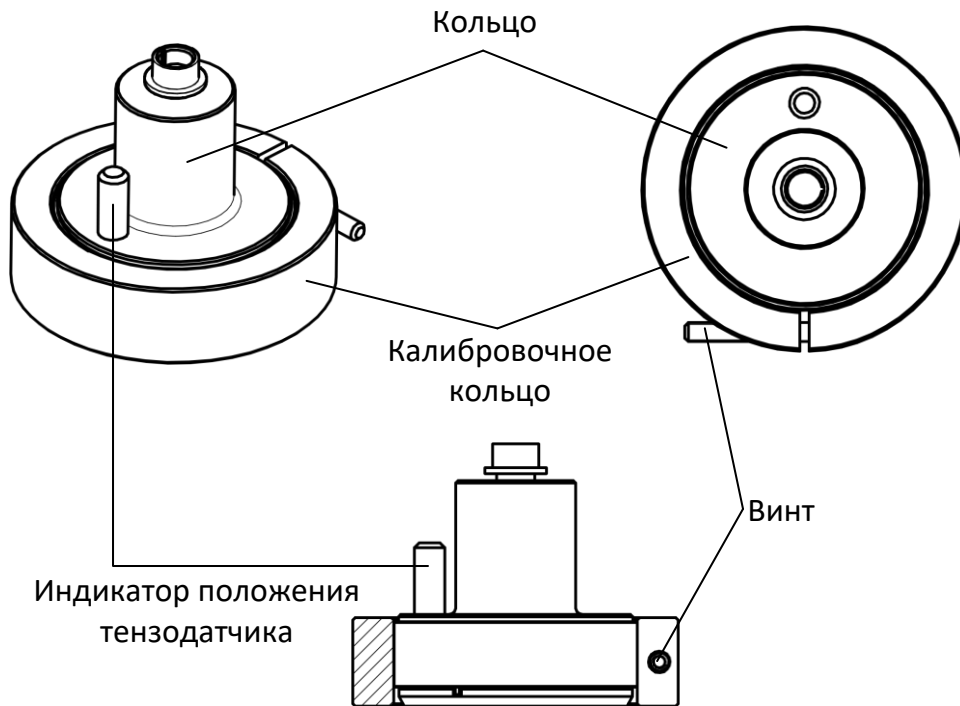

Рисунок 47 - Калибровочное кольцо контроля деформации
- 5.10.2 Нанести разделительный состав на внутреннюю поверхность калибровочного кольца контроля деформации и кольца. Затем установить калибровочное кольцо на кольцо, прокрутить несколько раз по часовой и против часовой стрелки для того чтобы избавиться от пустот и пузырьков воздуха в разделительном составе. Калибровочное кольцо должно свободно/с небольшим усилием прокручиваться. Прорезь на калибровочном кольце должна находиться на противоположной стороне от индикатора положения тензодатчика (см. рисунок 47).